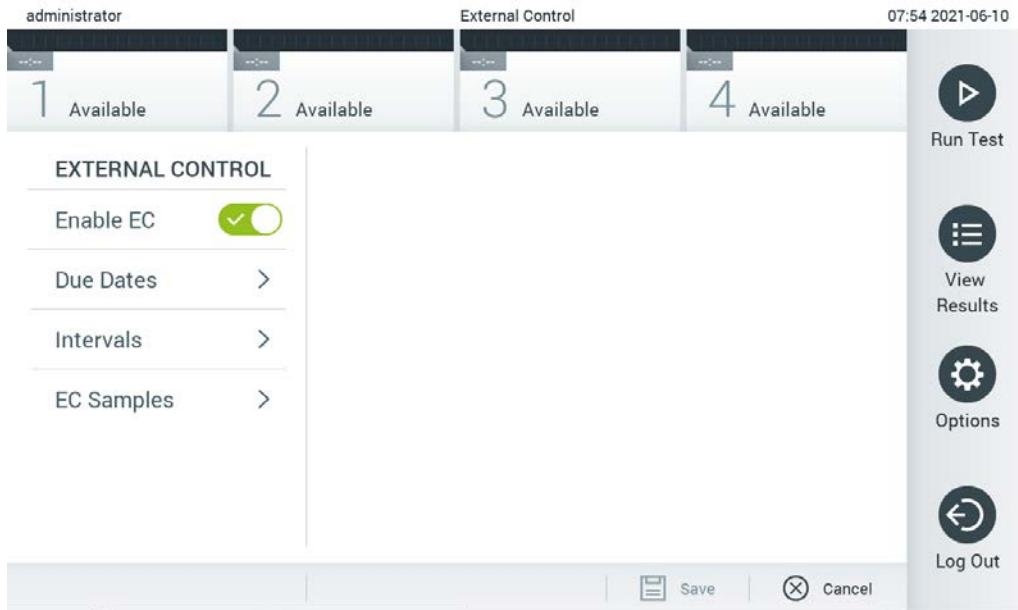

Рис. 50. Экран External Control (Внешний контроль).
2. Чтобы включить эту функцию, нажмите кнопку-переключатель **Enable EC** (Включить внешний контроль) (рис. 50).